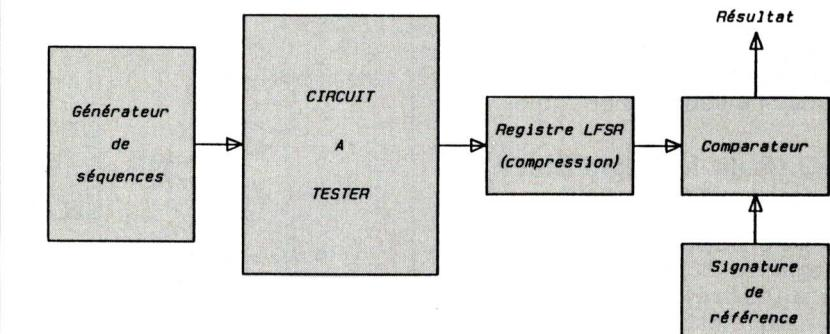

Fig 6 : Principe de l'analyse de signature.
- Figure 6 - Une séquence de signaux parfaitement déterminée est appliquée aux entrées du circuit à tester. Les sorties sont connectées à un registre LFSD matérialisant un « polynôme ». La sortie du registre donne le résultat du traitement des données d'entrée par le polynôme. Les données ont été « compressées » dans un rapport qui peut être considérable. Ce résultat s'appelle la « signature » du circuit. En comparant la signature à une signature de référence on sait si le circuit est bon ou mauvais.